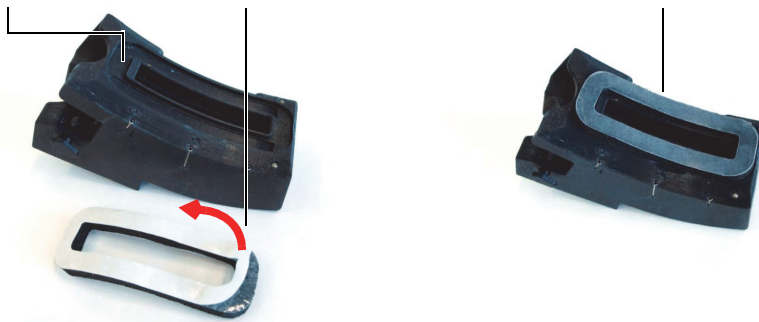

Рис. 5-3 Замена уплотнительной прокладки
1. Уберите старую прокладку и, при необходимости, очистите посадочную поверхность (см. Рис. 5-3 на стр. 52).